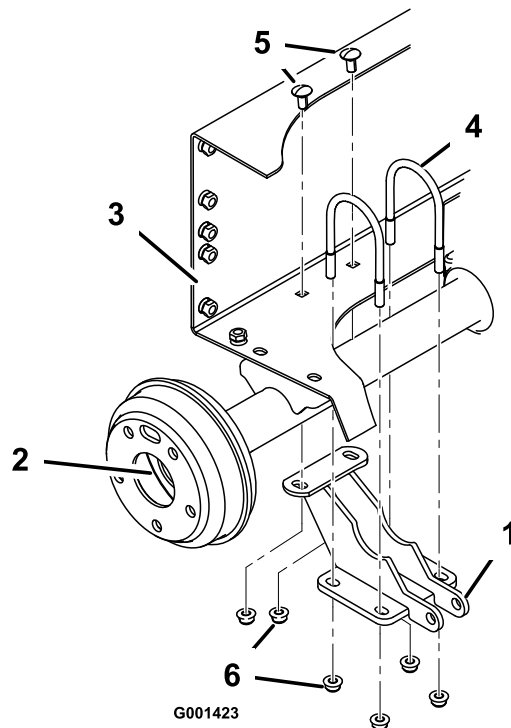

Рисунок 10
1. Установите, не затягивая, опору цилиндра подъема на правый конец заднего моста с помощью 2 П-образных болтов и 4 фланцевых гаек (3/8 дюйма), одновременно выравнивая монтажные отверстия с отверстиями в лотке аккумулятора (Рисунок 10).
2. Прикрепите опору подъемного цилиндра к задней раме с помощью 2 каретных болтов (3/8 x 1 дюйм) и 2 фланцевых гаек (3/8 дюйма). Затяните 4 фланцевые гайки на П-образных болтах равномерно, чтобы кронштейн был выровнен по мосту. Затяните 3 гайки крепления задней части кронштейна к задней раме (Рисунок 10).